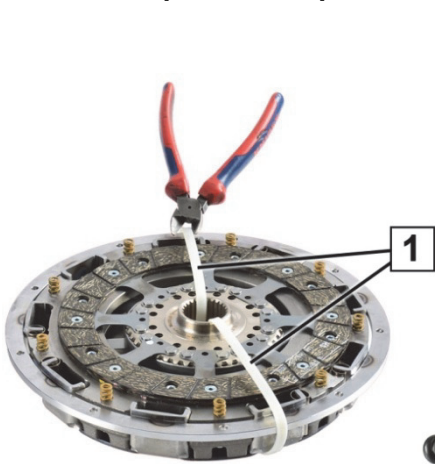
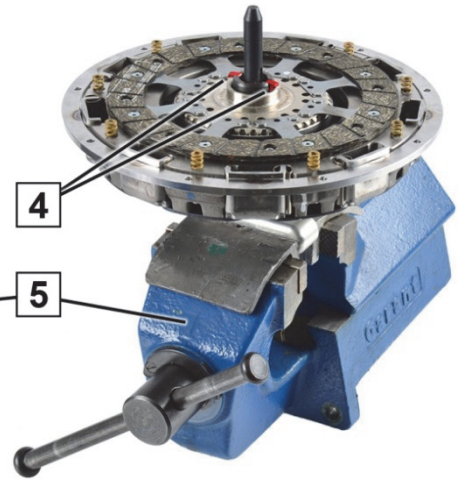

Fig. 1: Transportsikring
Fig. 3: Lad specialværktøjet gå i hak
4. Tag dobbeltpladekoblingen (12) af og spænd den i skruestikken (5) med specialværktøjet (3) (fig. 3).
1. Læg dobbeltpladekoblingen (12) med koblingsskiven op ad på arbejdsbænken (fig. 1).
3. Fjern transportsikring kabelholder (1) (fig. 1).
4. Træk i trækafbryderen (2) for at løsne specialværktøjets (3) låsning (4).
5. Tryk dobbeltpladekoblingens nav på specialværktøjet (3), indtil låsningen (4) fikserer dobbeltpladekoblingen (fig. 3).